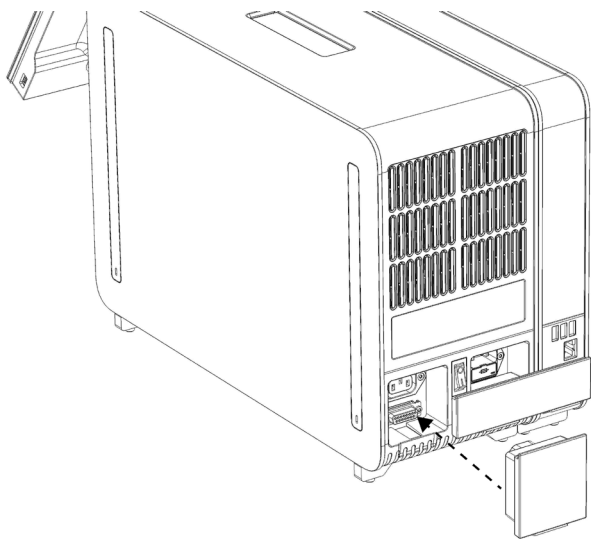

図 9. ターミネーションブリッジを接続。
6. 分析モジュールの背面にターミネーションブリッジを接続します (図 9)。